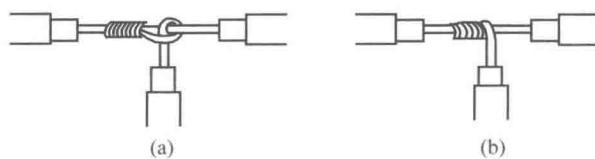

图 1-16 单股铜线的 T 字形连接
- (1) 如果导线直径较小,可按图 1-16(a)所示方法绕制成立状,然后再把支路芯线线头拉紧扳直,紧密地缠绕 6~8 圈后,剪去多余芯线,并钳平毛刺。
- (2) 如果导线直径较大,先将支路芯线的线头与干线芯线做十字相交,使支路芯线根部留出 3~5mm,然后缠绕支路芯线,缠绕 6~8 圈后,用钢丝钳切去余下的芯线,并钳平芯线末端,如图 1-16(b)所示。